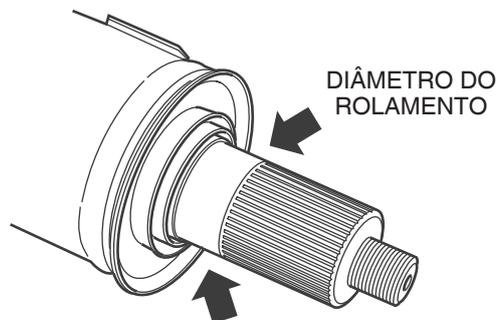

Figura 9.12
- Se o eixo de acoplamento é danificado por um rolamento travado: Substitua o eixo de acoplamento completo. Figura 9.12.